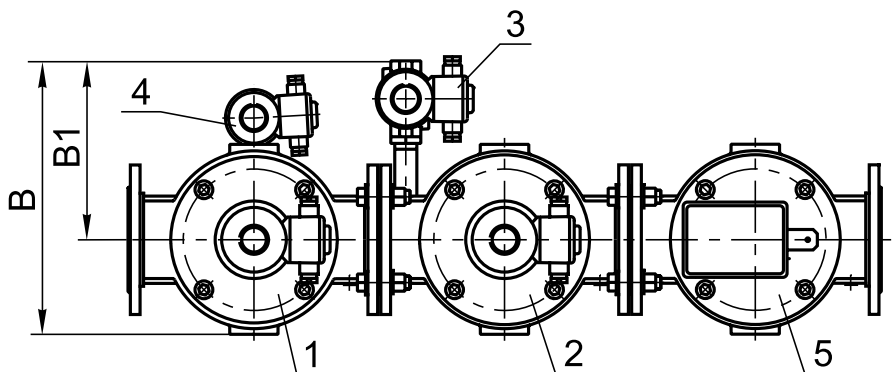

Рис. 23-66
Клапан свечи безопасности может располагаться справа по ходу газа (рис. 23-65) или слева (рис. 23-66).
* Габаритный размер «В» (ширина) приведен для правого исполнения блоков (рис. 23-65). Для левого исполнения блоков (рис. 23-66) данный размер необходимо уменьшить на 75 мм.